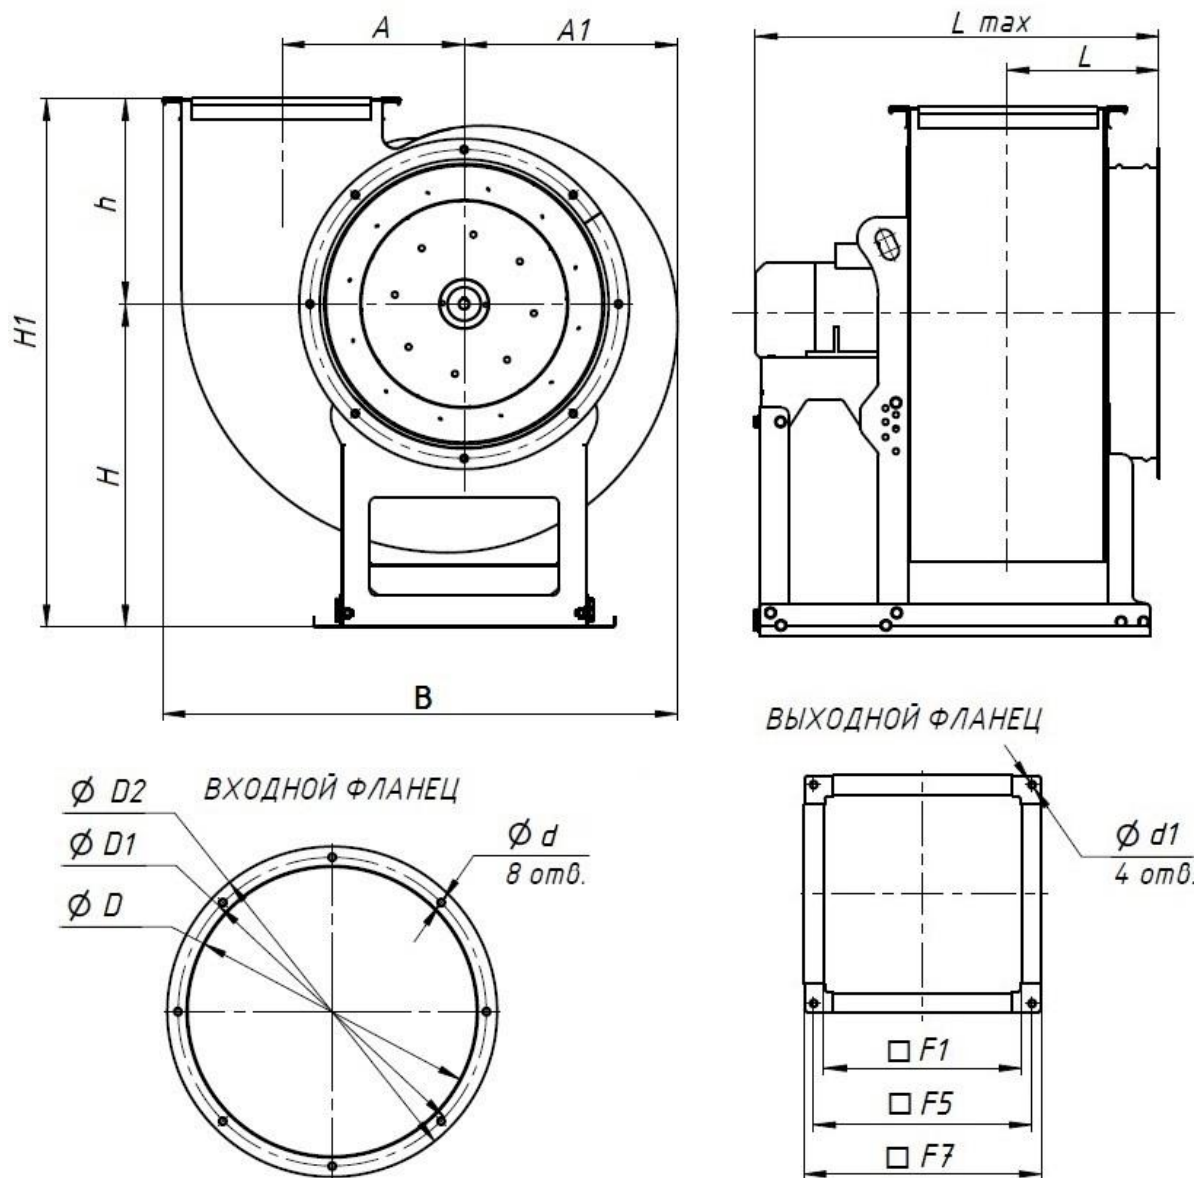

РИС. 1. Габаритные и присоединительные размеры вентиляторов RAD-RH
1.2.2. Устройство вентиляторов, габаритные, присоединительные и установочные размеры вентиляторов указаны на рис. 1 - рис. 7, табл. 1 - табл. 5.